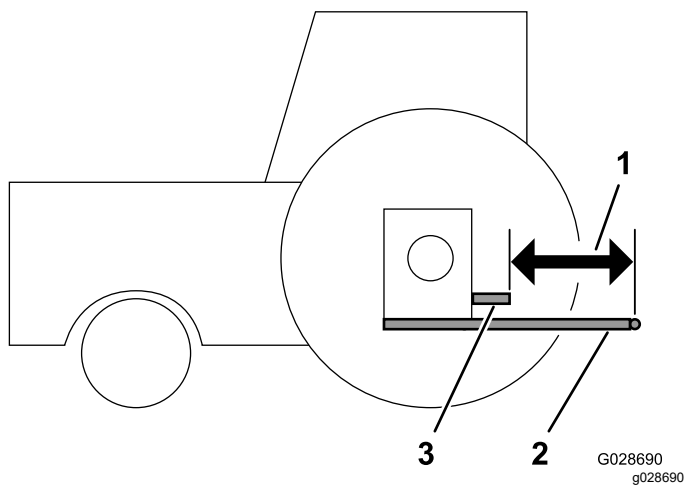

图 9
1. 沿拖挂臂端部放一把直尺可能有助于确定其到 PTO 输出轴之间的距离图 9。
2. 测量 PTO 输出轴端部与下拖挂臂连接点之间的距离图 9。在此处记录测量值